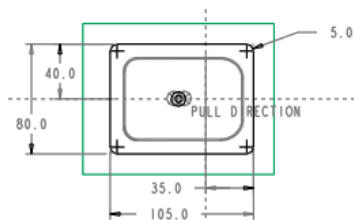
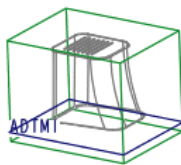
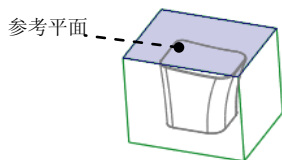

图 2.8 截面草图
图 2.9 创建基准平面 ADTM1
图 2.10 选取参考平面
④ 绘制“束子”轮廓。进入草绘环境后，选取 MOLD_FRONT 和 MOLD_RIGHT 基准平面为草绘参考，单击 **关闭(C)** 按钮，绘制图 2.8 所示的截面草图。完成绘制后，单击“确定”按钮
(2) 定义“束子”的拔模角度。
① 在“阴影曲面”对话框中双击 **Draft Angle (拔模角度)** 元素。
② 在系统 **输入拔模角值** 的提示下，输入拔模角度值 25.0，并按 Enter 键。
(3) 创建图 2.9 所示的基准平面 ADTM1，该基准平面将在下一步作为“束子”终止平面的参考平面。
① 单击 **分型面** 功能选项卡中 **基准** 区域的“创建基准平面”按钮 ，系统弹出“基准平面”对话框。
② 选取图 2.10 所示的坯料表面为参考平面，然后输入偏移值-10.0。
③ 单击“基准平面”对话框中的 **确定** 按钮。